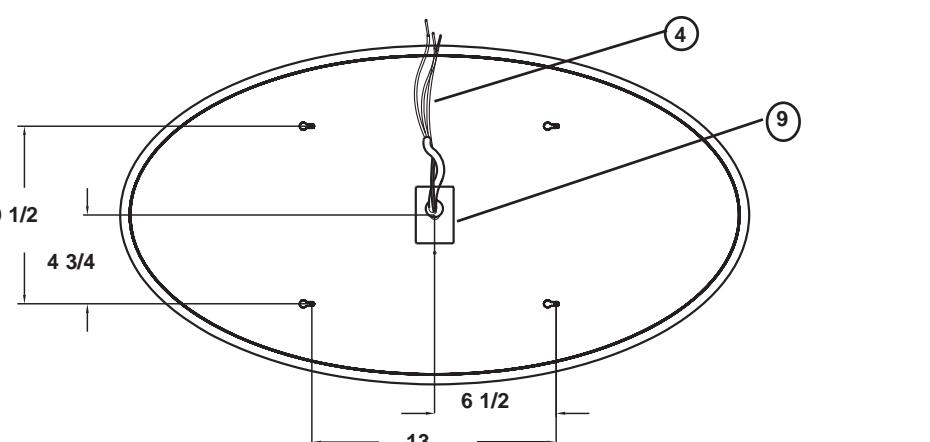
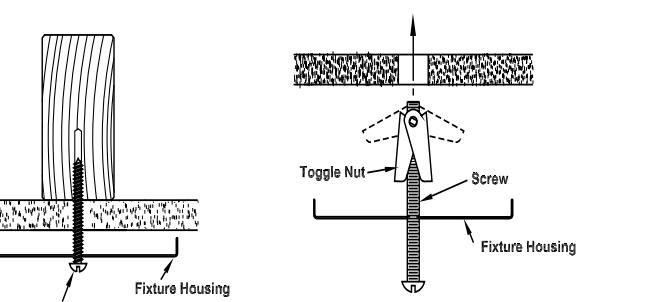

Figure 2
Figure 3
- Determine desired fixture location and mark with (4) mounting hole locations as shown in Fig. 2.
- Loosen screws (8) and slide Access Plate (9) to disengage from Fixture Assembly (1).
- If drill does not encounter ceiling joist enlarge hole in ceiling to accommodate toggle bolt (Not supplied). Pre-install toggle bolt and toggle nut to channel and secure. See Fig. 3.
- Determine la ubicación del luminario deseada y marque la ubicación de los (4) agujeros de montaje como mostrado en la Fig. 2.
- Afloje los tornillos (8) y deslice la Placa de Acceso (9) para desengancharla del Ensamblaje del Luminario (1).
- Si el taladro no se encuentra con una viga de techo amplié el agujero en el techo para acomodar un perno de expansión (No suprido) y PRE-instale el perno y la tuerca de palanca al canal como mostrado en asegure. Vea Fig. 3.